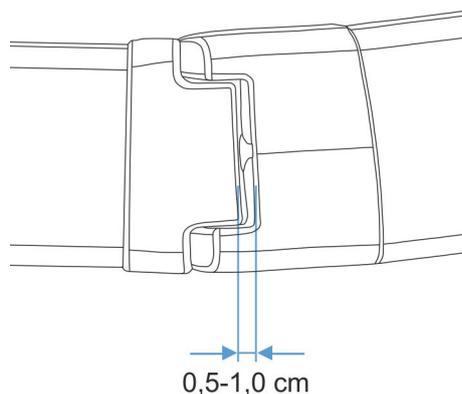

Abb. 19: Markise ausfahren KD
1. ➔ Markise ausfahren, bis am Mittelarmgelenk noch ein Spalt von 0,5 – 1,0 cm ist (Abb. 19).